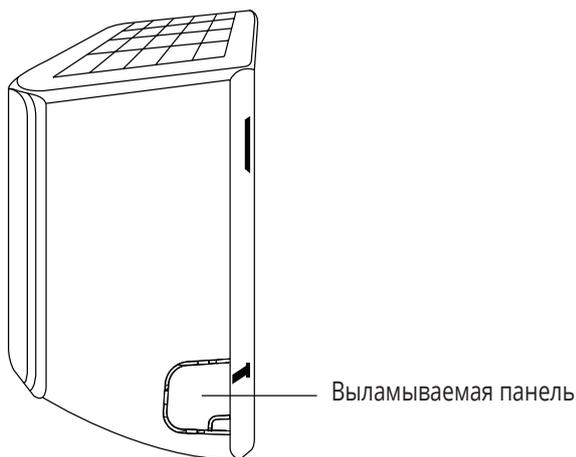

Рис. 3.3
2. Если отверстие в стене находится за блоком, оставьте выламываемую пластину на месте. Если отверстие в стене находится сбоку от внутреннего блока, удалите пластиковую выламываемую пластину с соответствующей стороны блока. (См. рис. 3.3). В результате образуется отверстие для прокладки трубопровода, выходящего из блока. Если руками удалить пластиковую панель слишком сложно, воспользуйтесь кусачками.